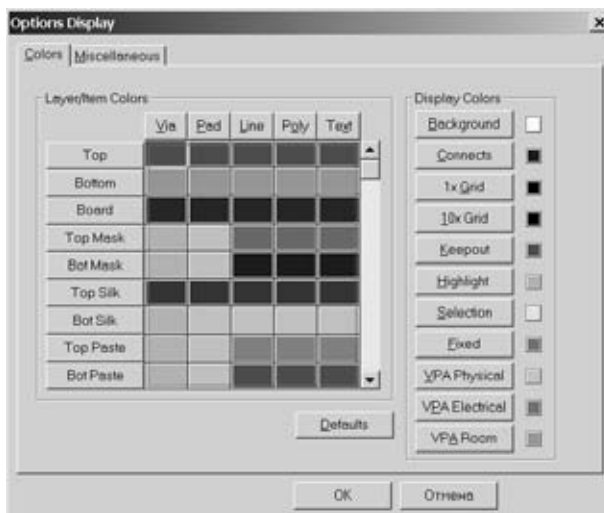

Рис.6.2.4
3. **Настройка параметров дисплея.** Цвета объектов на различных слоях и ряд других параметров экрана устанавливают по командам **Options/Display** (рис. 6.2.4). На закладке **Colors** можно выбирать слои и задавать цвета следующим объектам и элементам экрана: